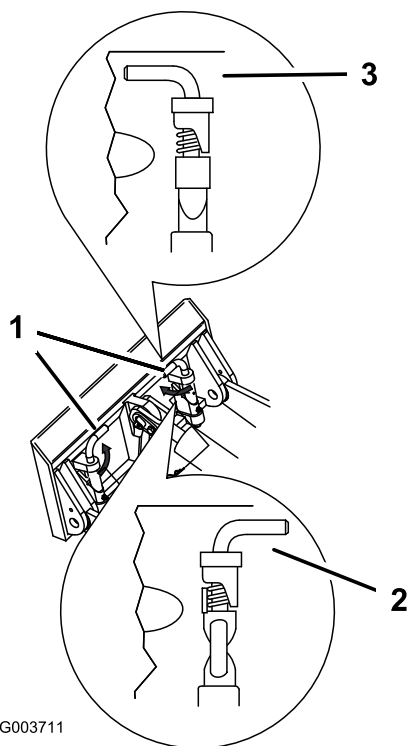

Figura 25
7. Cuplați tifturile de ataare rapidă, asigurându-vă că se fixează complet în placa de montare (Figura 25).